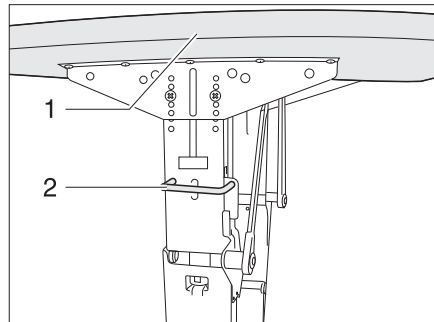

Fig. 53 Dispositif de verrouillage table pivotante à monture métallique
- Basculer la poignée (Fig. 53,2) vers le haut.
- Faire pivoter le plateau de table (Fig. 53,1) vers le bas, dans un arc de cercle, jusqu'à ce que la poignée s'enclenche.